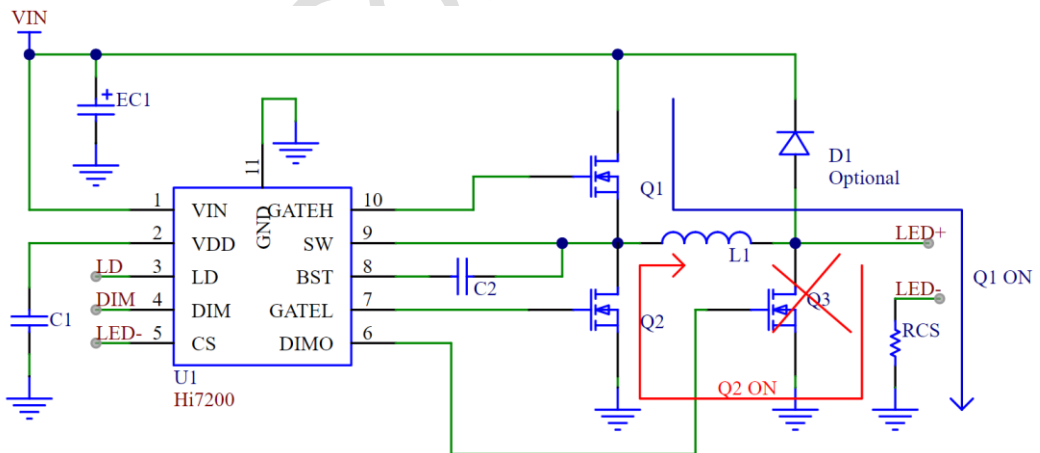

图 11.4.1
2) DIM 引脚调光：给 DIM 引脚提供 PWM 信号进行调光。当 PWM 信号为 High（高于 1.2V）时，外置高边功率管开启给电感充电蓄能；当 PWM 信号为 LOW（低于 0.6V）时，外置功率管关闭低边 MOS Q2 打开，工作原理图如图 11.4.1。